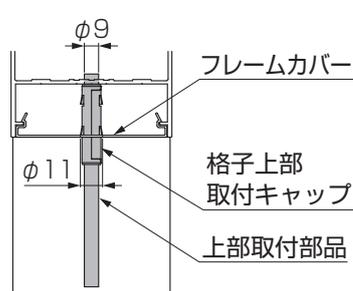

図10-5
- 格子上部取付キャップ下側の羽部分をフレームカバーに引っ掛けてください。(図10-5参照)